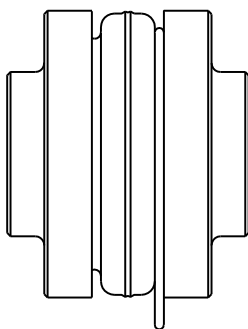

Fig. 2
- Pour faciliter le montage des accouplements de grandes dimensions, le chauffage préalable des plateaux est à préconiser. Toutefois, ne pas dépasser la température de 100 °C. Après refroidissement, introduire la garniture élastique dans un des plateaux, (tout en laissant pendre librement l'anneau en acier sur la garniture dans le cas de la garniture type SE) (voir fig.2 § 7 - Démontage des accouplements page 4).